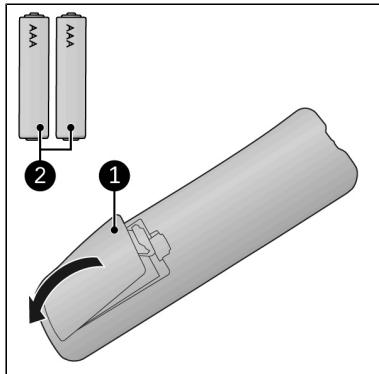

Figure 43.
1. Entfernen Sie die Batterieabdeckung (Figure 43, Pos. 1).
2. Legen Sie zwei Batterien (AAA 1,5 V) (Figure 43, Pos. 2) wie im Batteriefach angegeben ein. Stellen Sie sicher, dass die Batterien richtig eingelegt sind.